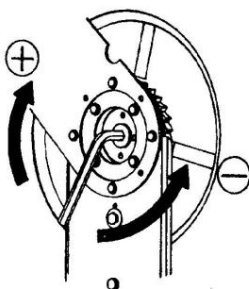

FIG 3.
2. Pour augmenter la tension du ressort, tournez la clé Allen dans le sens des aiguilles d'une montre. Pour réduire la tension du ressort, tournez la clé Allen dans le sens inverse des aiguilles d'une montre (fig 3).
2. Pour augmenter la tension du ressort, tournez la clé dans le sens des aiguilles d'une montre. Pour réduire la tension du ressort, tournez la clé dans le sens inverse des aiguilles d'une montre (fig 3).